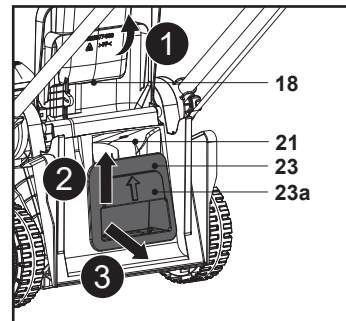

Fig. 16
2. Levante el asa integrada (23a) y extraiga el accesorio triturador (23) del canal de descarga trasero (21); a continuación, extraiga el accesorio triturador (23) (Fig. 16).